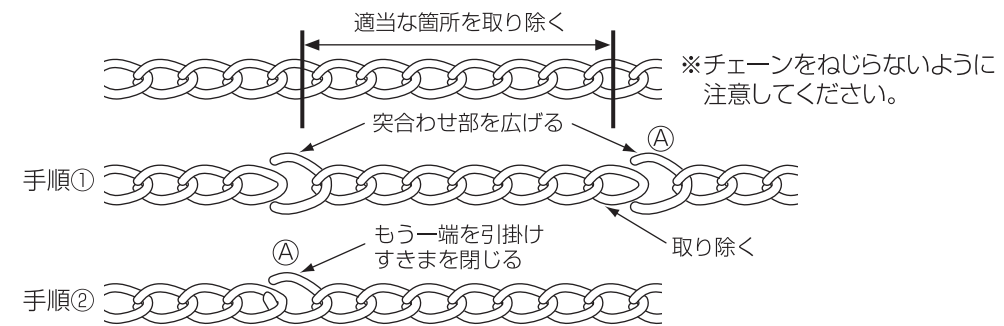

図6
- ユニットの据付け高さに合わせ必要に応じチェーンの長さを調節してください。(図6)